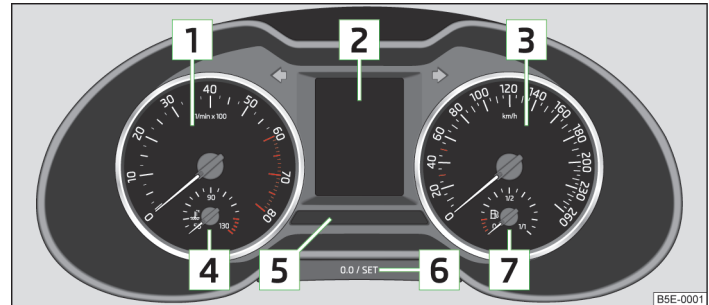

Abb. 2 Kombi-Instrument
- Betätigen Sie die Taste **6** im Kombi-Instrument » Abb. 2 auf Seite 9 niemals während der Fahrt, sondern nur bei stehendem Fahrzeug!
Der rote Skalabereich des Drehzahlmessers  » Abb. 2 auf Seite 9 kennzeichnet den Bereich, in dem das System beginnt, die Motordrehzahl zu begrenzen. Das System begrenzt die Motordrehzahl automatisch auf einen sicheren Grenzwert.
» Die Taste **[6]** » Abb. 2 auf Seite 9 kurz drücken.
- » Die Taste **[6]** » Abb. 2 auf Seite 9 drücken und gedrückt halten, bis im Display **Uhrzeit** angezeigt wird.
- » Die Taste **[6]** » Abb. 2 auf Seite 9 drücken und gedrückt halten, bis im Display **Batteriestatus** bzw. **BATTERIE SOC** angezeigt wird.